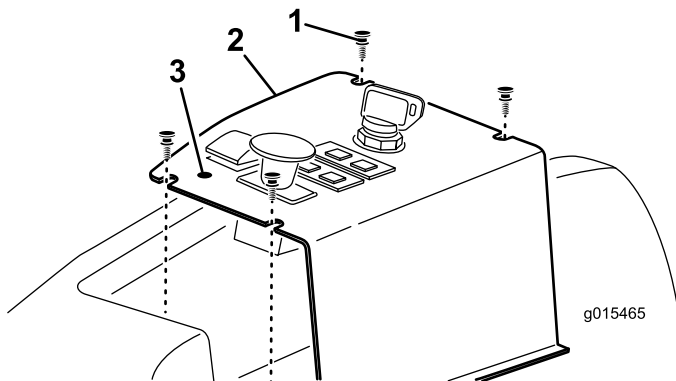

Figure 13
1. Localisez et percez avec précaution l'autocollant du panneau de commande, devant la commande de relevage, pour exposer le trou de montage du levier de blocage de relevage (Figure 13).
2. Retirez les 4 vis qui fixent le panneau de commande à la machine (Figure 13).